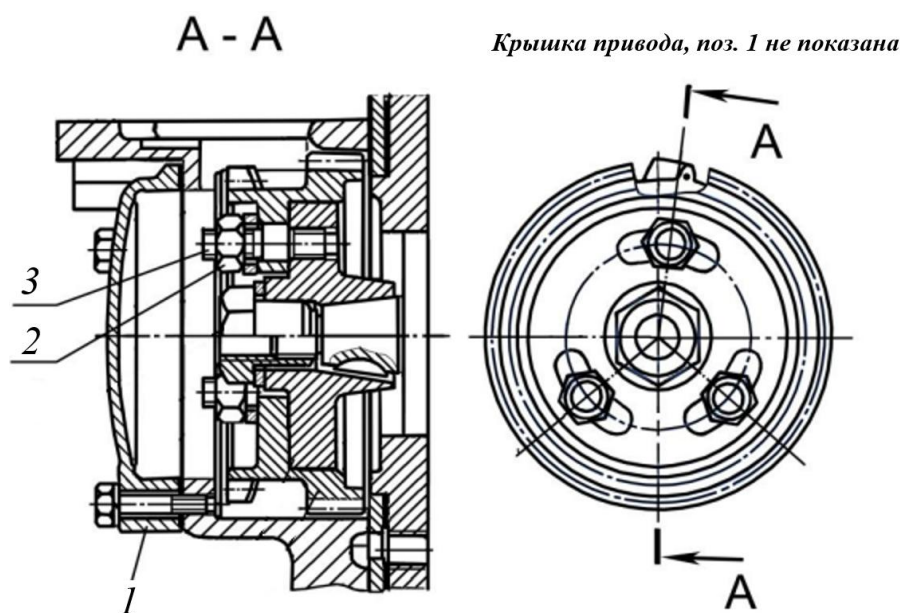

Рисунок 5.39. Процедура демонтажа ТНВД
- ▶ Открутить три гайки 2 от шпилек 3, рис. 5.39.
Установку топливного насоса на двигатель производить в обратной последовательности процедуры демонтажа. Соблюсти момент затяжки гаек 2, рис. 5.39 в 80 Н*м. При сборке использовать новые прокладки и уплотнения.